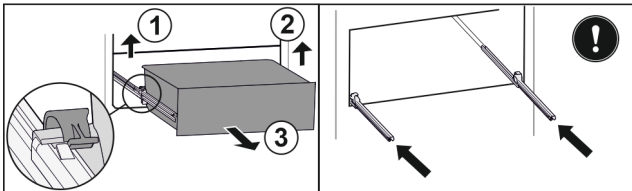

Fig. 94
- Linke Klemme anheben und gleichzeitig Schubfach links nach vorne ziehen. Fig. 94 (1)
- Rechte Klemme anheben und gleichzeitig Schubfach rechts nach vorne ziehen. Fig. 94 (2)
- Schubfach nach vorne entnehmen. Fig. 94 (3)